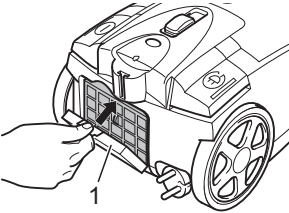

Abb. 27
5. Setzen Sie abschließend die Ausblasfilter-Abdeckung wieder auf. Haken Sie diese zuerst unten ein (Abb. 27/1) und drücken Sie sie dann oben nach vorn, bis sie hör- und spürbar einrastet.